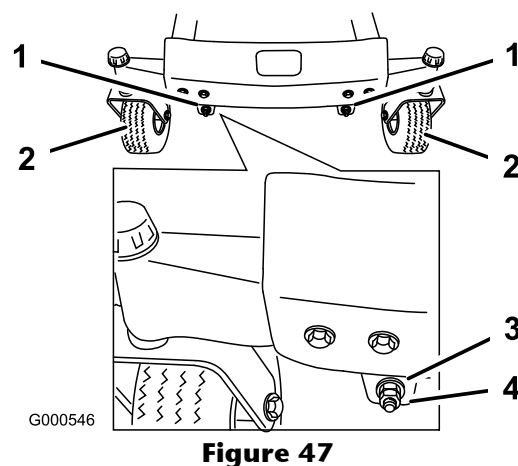
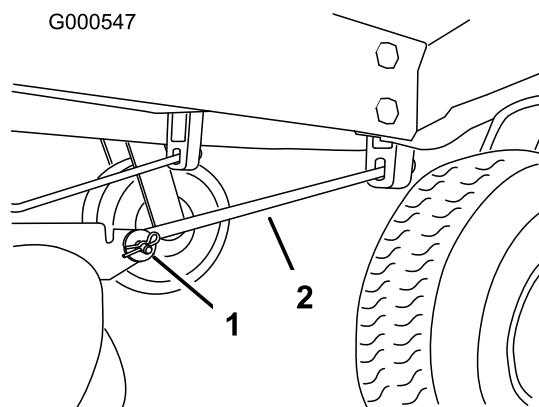

Figure 47
Figure 48
écrous de réglage à l'avant du plateau de coupe (Figure 47).
13. Après avoir réglé uniformément les écrous, contrôlez de nouveau l'inclinaison avant/arrière. Poursuivez le réglage des écrous jusqu'à ce que la pointe avant de lame soit de 1,6 à 7,9 mm plus bas que la pointe arrière (Figure 47).
Remarque: Après avoir réglé les écrous de réglage, vérifiez qu'aucune des tiges de support ne présente de jeu (Figure 48). Serrez l'une ou l'autre pour supprimer le jeu (Figure 47).
4. Retirez la goupille fendue et l'axe de chape de la tige de support avant de chaque côté du plateau de coupe (Figure 48).
7. Fixez les tiges de support avant à la machine à l'aide des axes de chape et des goupilles fendues (Figure 48).